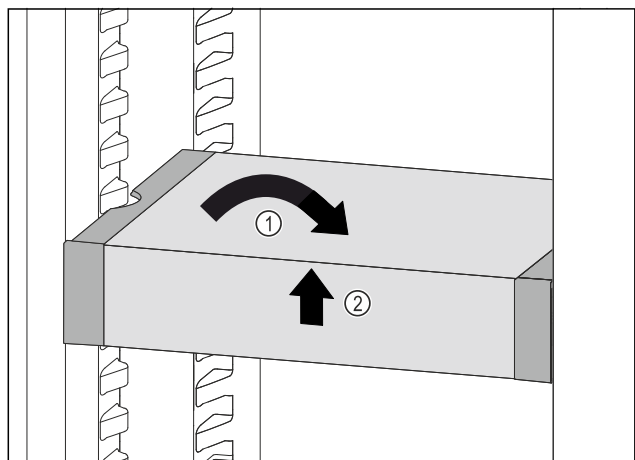

Fig. 100
- Вирівняти VarioSafe. Fig. 100 (1)
- Підняти VarioSafe спереду. Fig. 100 (2)